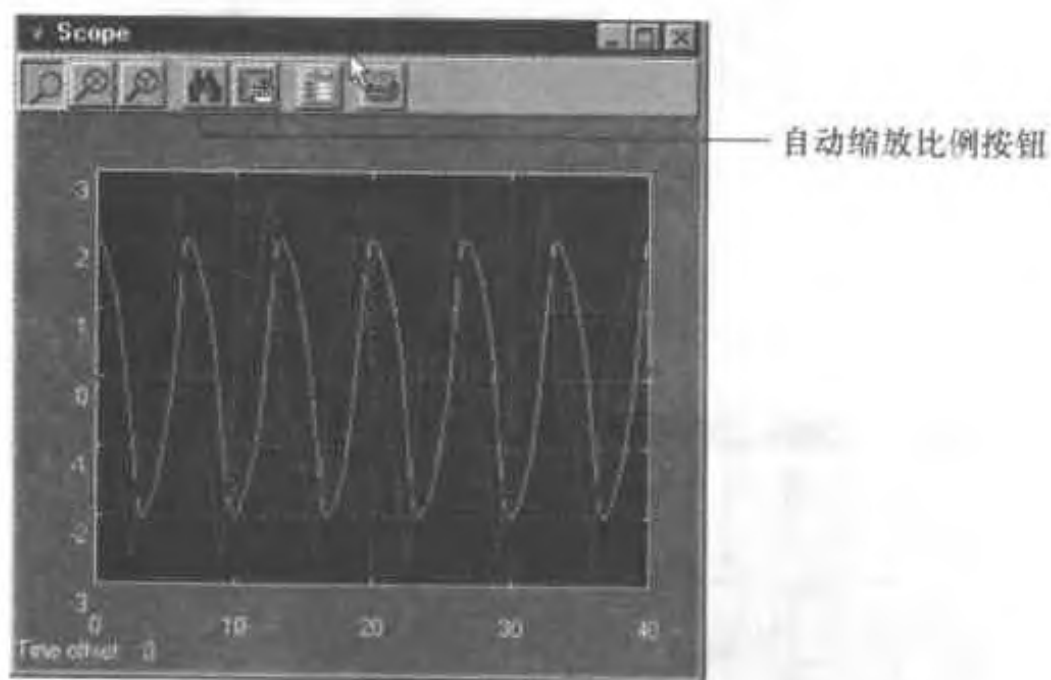

图 7.23 Scope 模块的比例属性对输出波形的影响
(4) 自动缩放显示坐标轴的比例。图 7.23 表明了按 Auto-scale 工具栏按钮后 Vdp 模型的输出。它自动确定两个坐标轴的比例以显示全部仿真数据。在此, y 坐标轴不变, 因为它已经设置成受限。